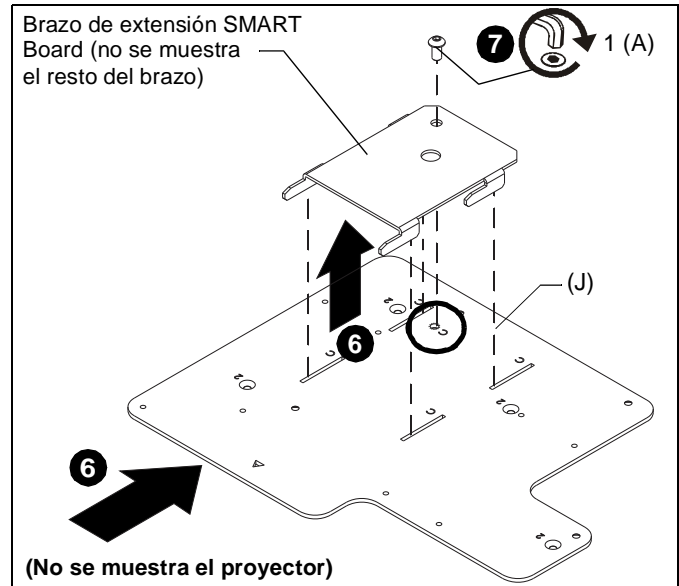

Figura 2
6. Levante el soporte de acoplamiento (J) con el proyector Epson hasta el extremo del brazo de extensión SMART Board existente y deslice los orificios de soporte de acoplamiento (marcados con una "C") en los ganchos. (Consulte la figura 2)
7. Ajuste el soporte de acoplamiento (J) al extremo del brazo de extensión SMART Board a través del orificio marcado con una "C" utilizando un tornillo de cabeza redonda (A) M6 x 1 (1/4-20 x 1/2 pulg.). (Consulte la figura 2)